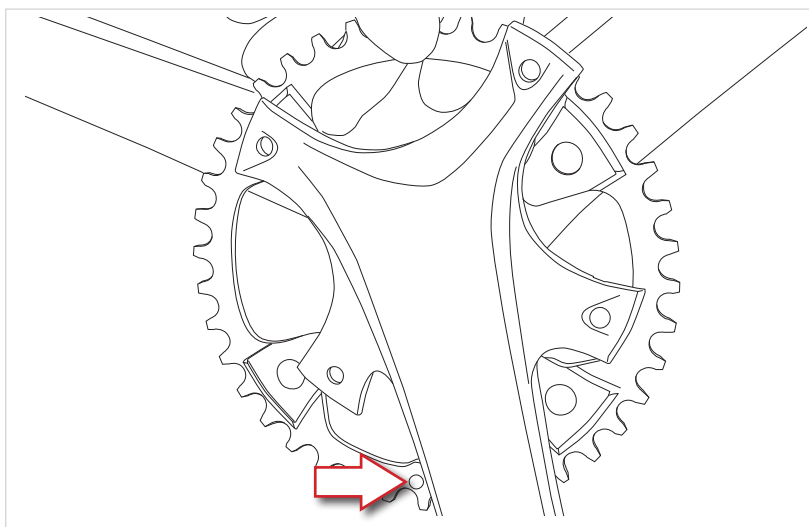

Fig.6
- **PARA EKAR:** coloque el nuevo plato en el soporte del conjunto de plato y bielas, haciendo coincidir el pasador del plato con la biela (Fig.6).